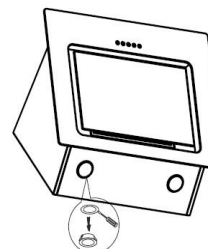

Rys. 10
- Otworzyć panel i pociągnąć w dół filtr przeciwtłuszczowy, jak pokazano na Rys. 10.